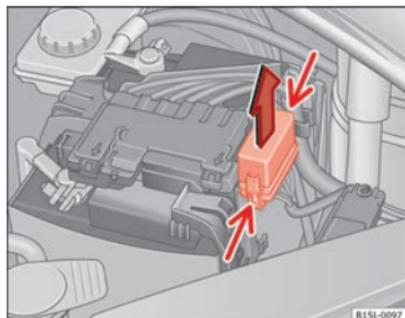

Fig. 150 En el vano motor: tapa de la caja de fusibles.
- Presione las pestañas de bloqueo en el sentido que indica la flecha (flechas finas) para desbloquear la tapa de la caja de fusibles ⇒ fig. 150.